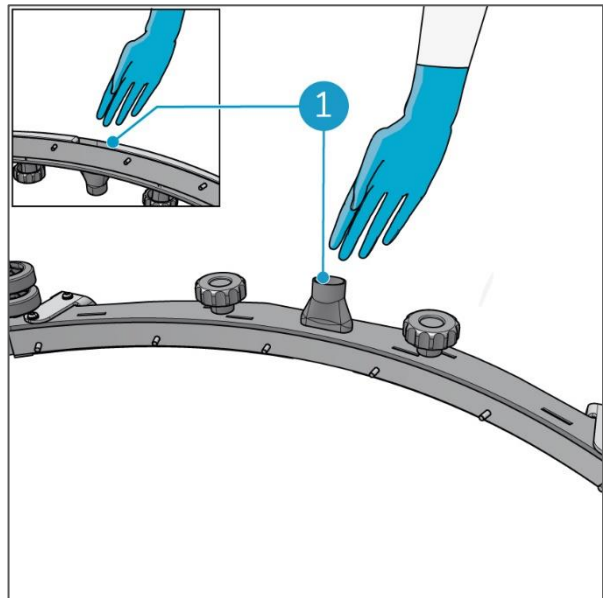

Figura 38
9. Retira con la mano y con cuidado los residuos de la entrada de agua de recuperación (Figura 38, pos. 1).